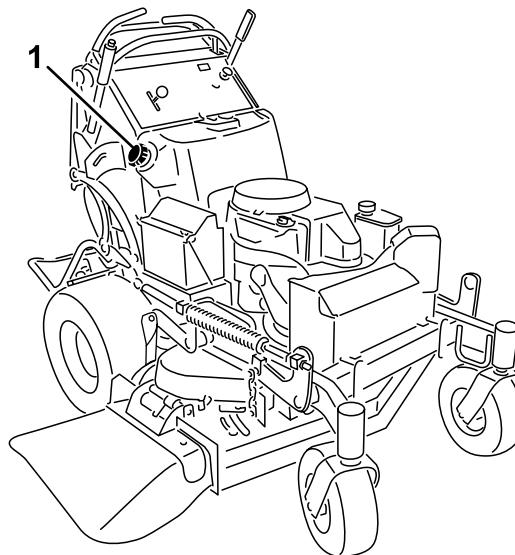

Figure 48
3. Nettoyez la surface autour du bouchon du réservoir de carburant pour éviter que des débris ne tombent à l'intérieur du réservoir (Figure 48).
6. À l'aide du siphon, vidangez le carburant dans un bidon propre (Figure 48).